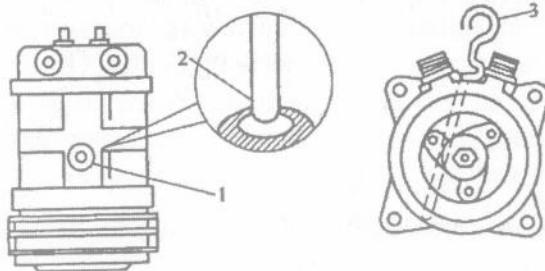

рис. 5
(1) непоследственная добавка (см.рис.5)